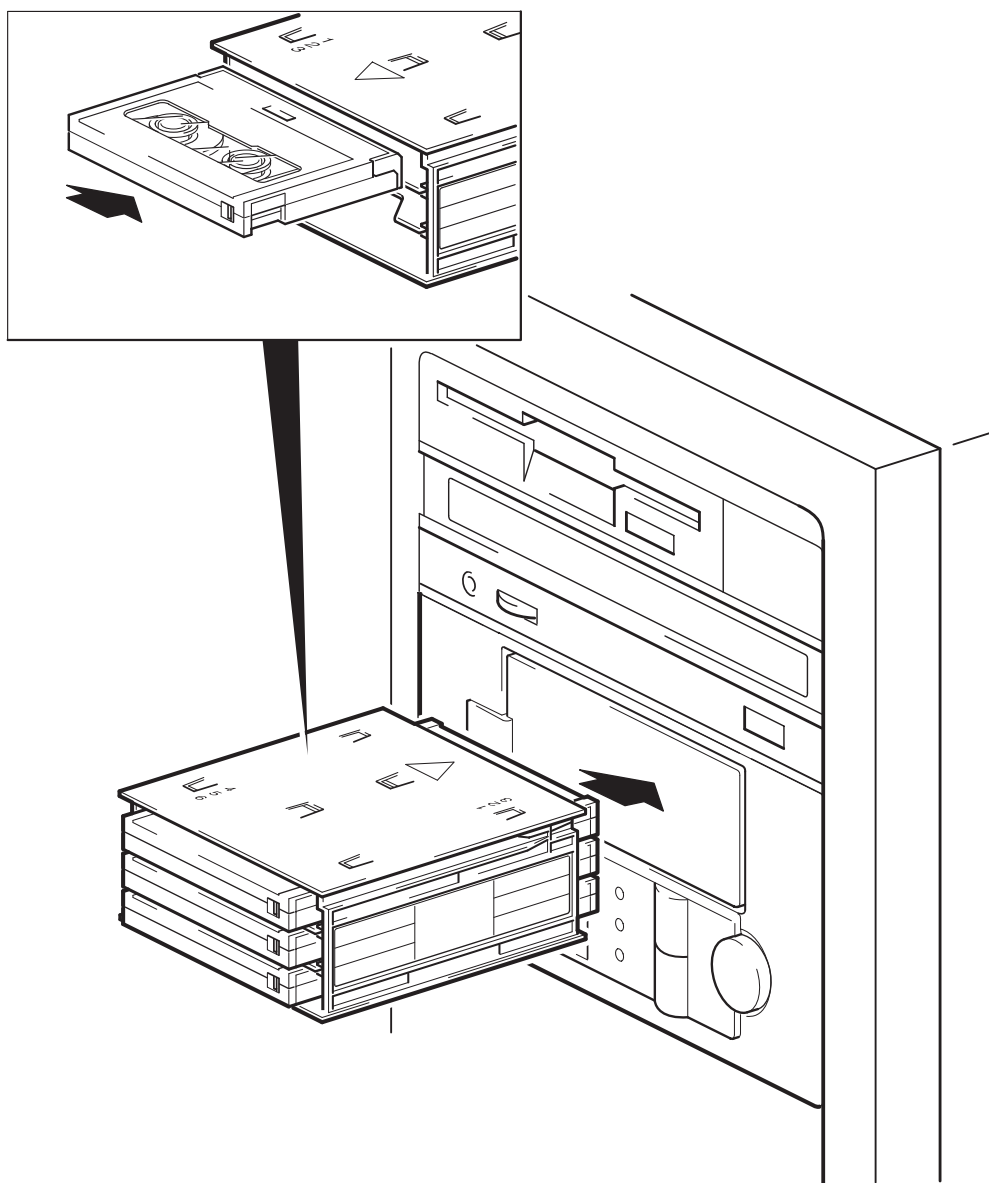

Figura 11: carregar o autoloader
- 2** Insira o magazine através da porta na frente do autoloader. Certifique-se de que a seta grande esteja para cima e apontando na direção do autoloader, como mostra a figura 11.